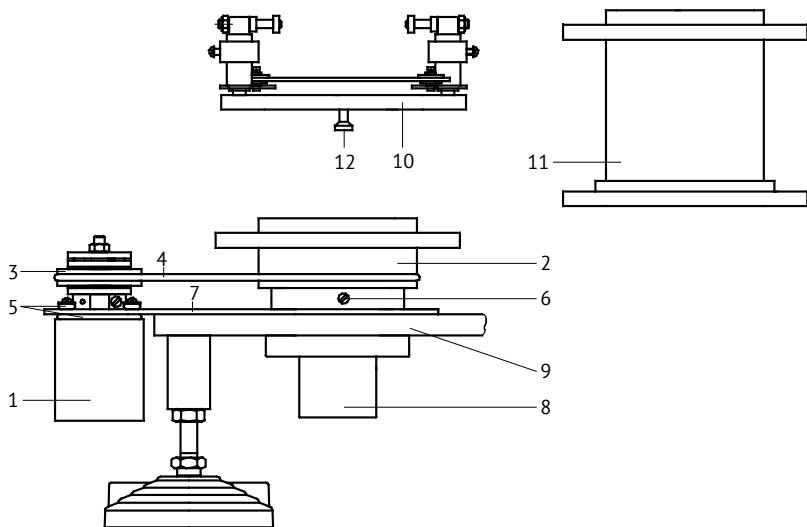
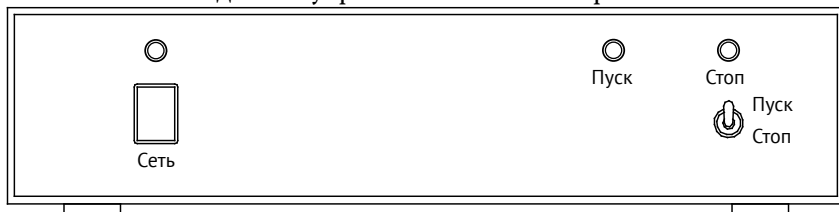
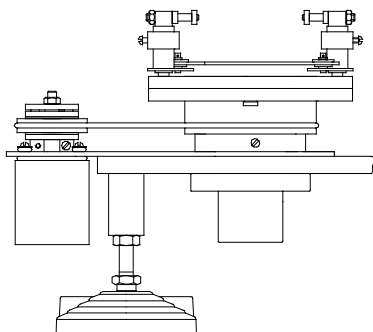
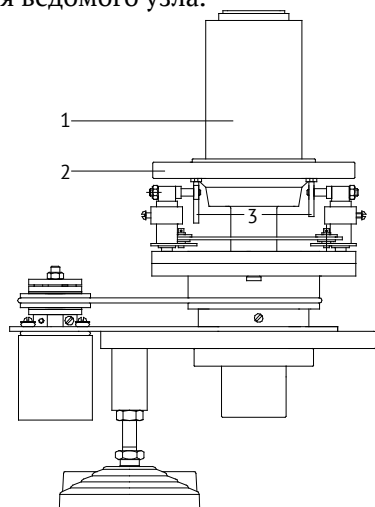

Рис. 1. Внешний вид привода.
Рис. 2. Блок управления
Рис.3.
Рис.4.
4.1 Внешний вид привода показан на рис. 1.
4.2 Внешний вид блока управления показан на рис. 2.
4.3 Привод ИПС состоит из механической части (рис. 1) и электронной (Рис. 2). В состав механической части входит основа привода состоящая из двигателя 1, рис. 1, ведомого узла 2, ведущего узла 3, приводного пассика 4. Детали привода смонтированы на плите 7. Для уменьшения вибрации и шума двигатель прикреплен к пластине через резиновые кольца 5. Для предотвращения возможных ударов
4.4 Для работы с колоколом на привод устанавливается узел толкателей (См. Рис.3), затем устанавливается ИПС и колокол (См. Рис.4) Для установке узла толкателей необходимо чтобы стопорные штифты 12 (рис. 1) просто вошли в отверстия ведомого узла.
Узел толкателей предназначен для равномерной передачи усилия от ведомого узла на поводки 3 (рис. 4) закрепленные на тарелке колокола 2.